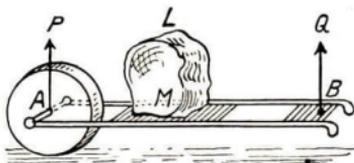

Abb. 76. Entstehung des Schubkarrens
5. Geschichtliches über das Rad. Der Urmensch stellte ein Rad wohl zuerst so her, daß er aus einem Baumstamm eine Scheibe schnitt und durch die Scheibenmitte eine Achse steckte. Band er zwei lange Stangen an die Radachse (Abb. 76), so hatte er eine Tragbahre, wobei der eine Träger erspart wurde (Abb. 60). So entstand der einräderrige Schubkarren. Je näher die Last L am Rad liegt, desto weniger Hubkraft Q trifft auf den Arbeiter.